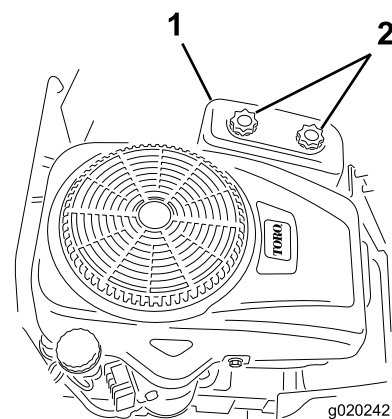

Figura 31
4. Remova cobertura do filtro de ar desaparafusando os 2 botões (Figura 31).
3. Coloque a cobertura do filtro de ar e aperte os dois botões (Figura 31).